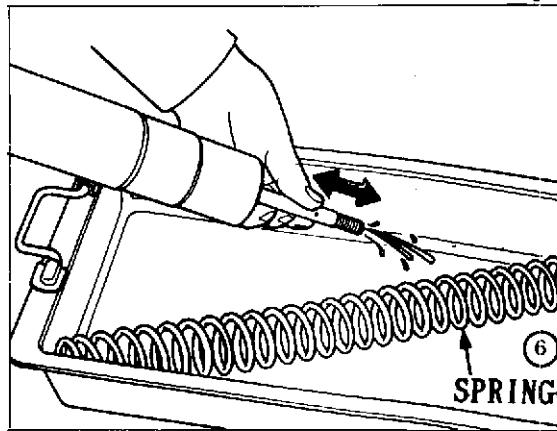

Fig. 3
6) Scaricare l'olio muovendo alternativamente 8-10 volte la gamba e l'asta pistone (Fig. 3).